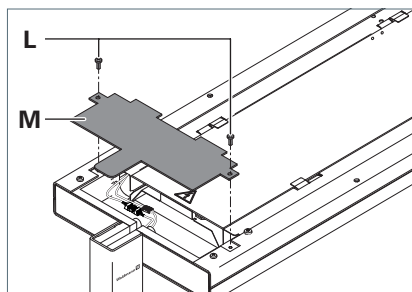

Fig. 6: Monter le recouvrement.
- Placez le recouvrement **M** sur la tête du luminaire, voir Fig. 6.